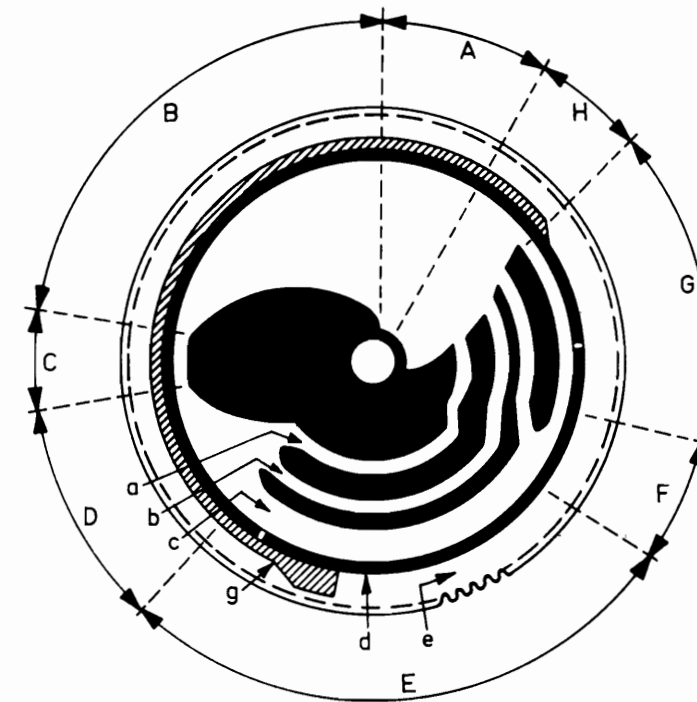

Fig. 1
Hierdoor wordt de opzetmaat voor de diverse gram. platen-diameters bepaald en loopt de pen van sam. plaat pos. 88 in één van de gleuven a, b of c (fig. 1) van de commandoschijf voor resp. 17,5 - 25 of 30 cm gram. platen.
Het kiezen van de juiste diameter gebeurt d.m.v. de beugel pos. 309 en de veer pos. 89 die de beugel pos. 309 koppelt met de sam. plaat pos. 88. Een lip op de beugel pos. 309 staat n.l. bij het naar binnen draaien van de p.u. arm tegen een opstaande rug d (fig. 1) op de commandoschijf, waardoor de beugel pos. 309 naar binnen wordt gedrukt, met het gevolg dat de veer pos. 89 de sam. plaat pos. 88 en de hierop gemonteerde p.u. arm afhankelijk van de grootte van de gram. plaat meer of minder naar binnen zal trekken. Wordt de p.u. arm niet tegengehouden dan zal deze dus altijd op de kleinste diameter opzetten.
Aan het einde van de gleuven a, b of c komt de p.u. arm nog iets naar binnen voor correctie van de diameter aangezien de diametertaster en de naaldpunt niet op gelijke diameter liggen (zie fig. 1 pos. F)
op de commandoschijf naar beneden gedrukt. De p.u. arm zakt op de plaat; het apparaat staat in de speelstand (fig. 1 pos. H).
Het aandrijfwiel pos. 101 komt nu weer in aanraking met de motoras en drijft de commandoschijf aan waardoor de rol pos. 105 uit het arrêr komt. De p.u. arm wordt geheven door de opstaande rug op de commandoschijf waarna hij naar buiten wordt gedraaid (pos. B, fig. 1).
Na het wisselen van de laatste plaat valt de pen pos 85 van de platendrukker op de kantelbeugel pos 304 en drukt deze naar beneden. Hierdoor wordt de pen pos. 303 van de kantelbeugel pos. 304 in de baan e (fig. 1) van de bovenzijde van de commandoschijf gedrukt. Komt deze pen bij punt g (fig. 1), dan drukt de beugel pos. 304 de beugel pos. 74 terug. Deze beugel pos. 74 zet het tussenwiel vrij terwijl hij ook de netschakelaar uitschakelt. Tegelijkertijd is de commandoschijf in zijn arrêrstand teruggekeerd.